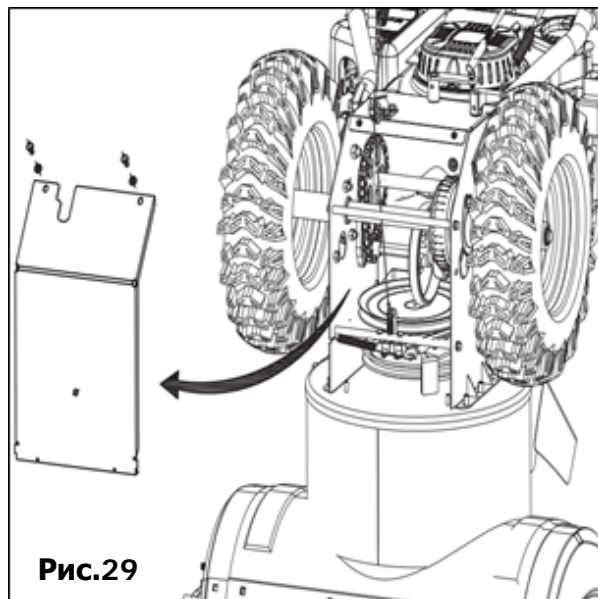

Рис.29
- Осторожно поверните снегоочиститель вверх и вперед, чтобы он опирался на корпус шнека. Снимите крышку рамы с нижней стороны снегоочистителя, удалив четыре самореза, которые крепят ее (Рис. 29).